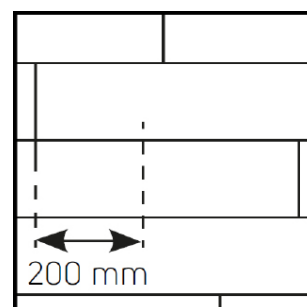

FIG 4A
- Dalles disposées en « motif brique » (décalage de 1/2 ou 1/3) de manière à ce que les quatre coins ne se rejoignent jamais. Reportez-vous aux étapes d'installation (5G® : Fig. 4a / 4b, 2G™ : Fig. 4a / 4b).
que les quatre coins ne se touchent jamais (fig. 4a et